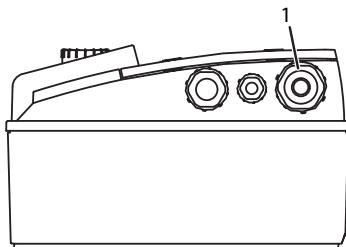

Fig. 18: Prensaestopas M25
- La conexión eléctrica debe realizarse con un cable de alimentación eléctrica tendido de forma fija (sección mín. 4 x 1,5 mm², máx. 4 x 4 mm²) provisto de un conector o un interruptor para todos los polos con al menos 3 mm de ancho de contacto. Se ha de guiar el cable de alimentación eléctrica a través del prensaestopas M25 (Fig. 18, pos. 1).